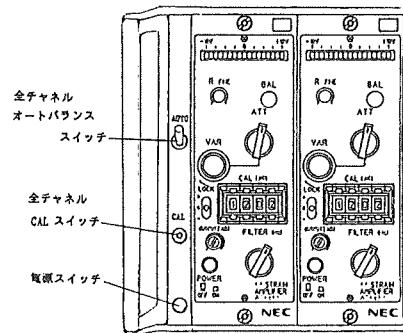

図 5
3、4、6、8チャネルケースの全チャネルAUTOスイッチを倒すと全チャネルオートバランスがとれます（図5参照）。